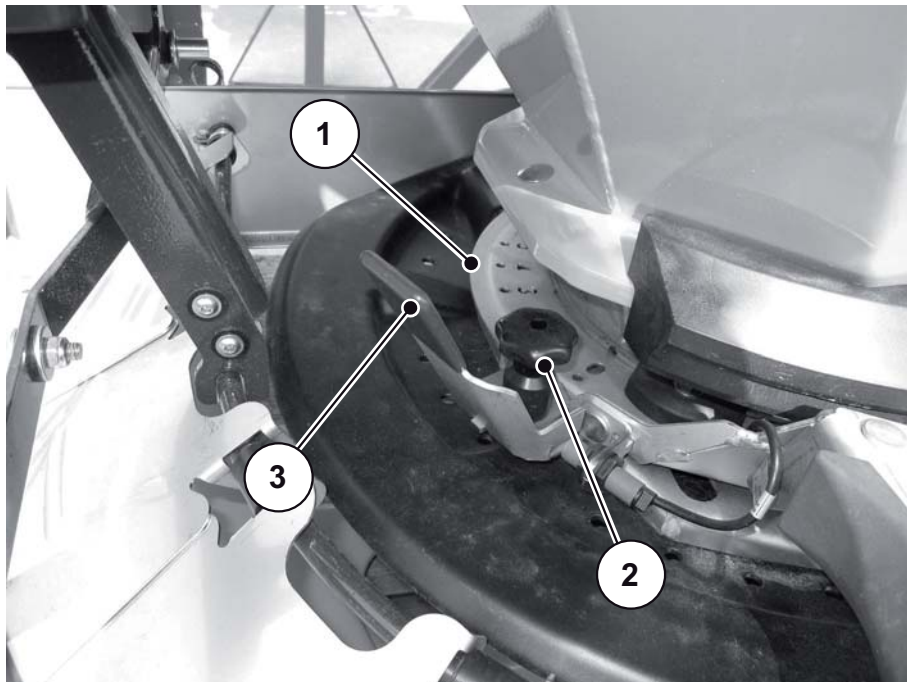

Figure 7.9 : Réglage de la demi-vanne latérale
- Abaissez le limiteur de largeur d'épandage droit et fermez la demi-vanne latérale (voir figure 7.9).